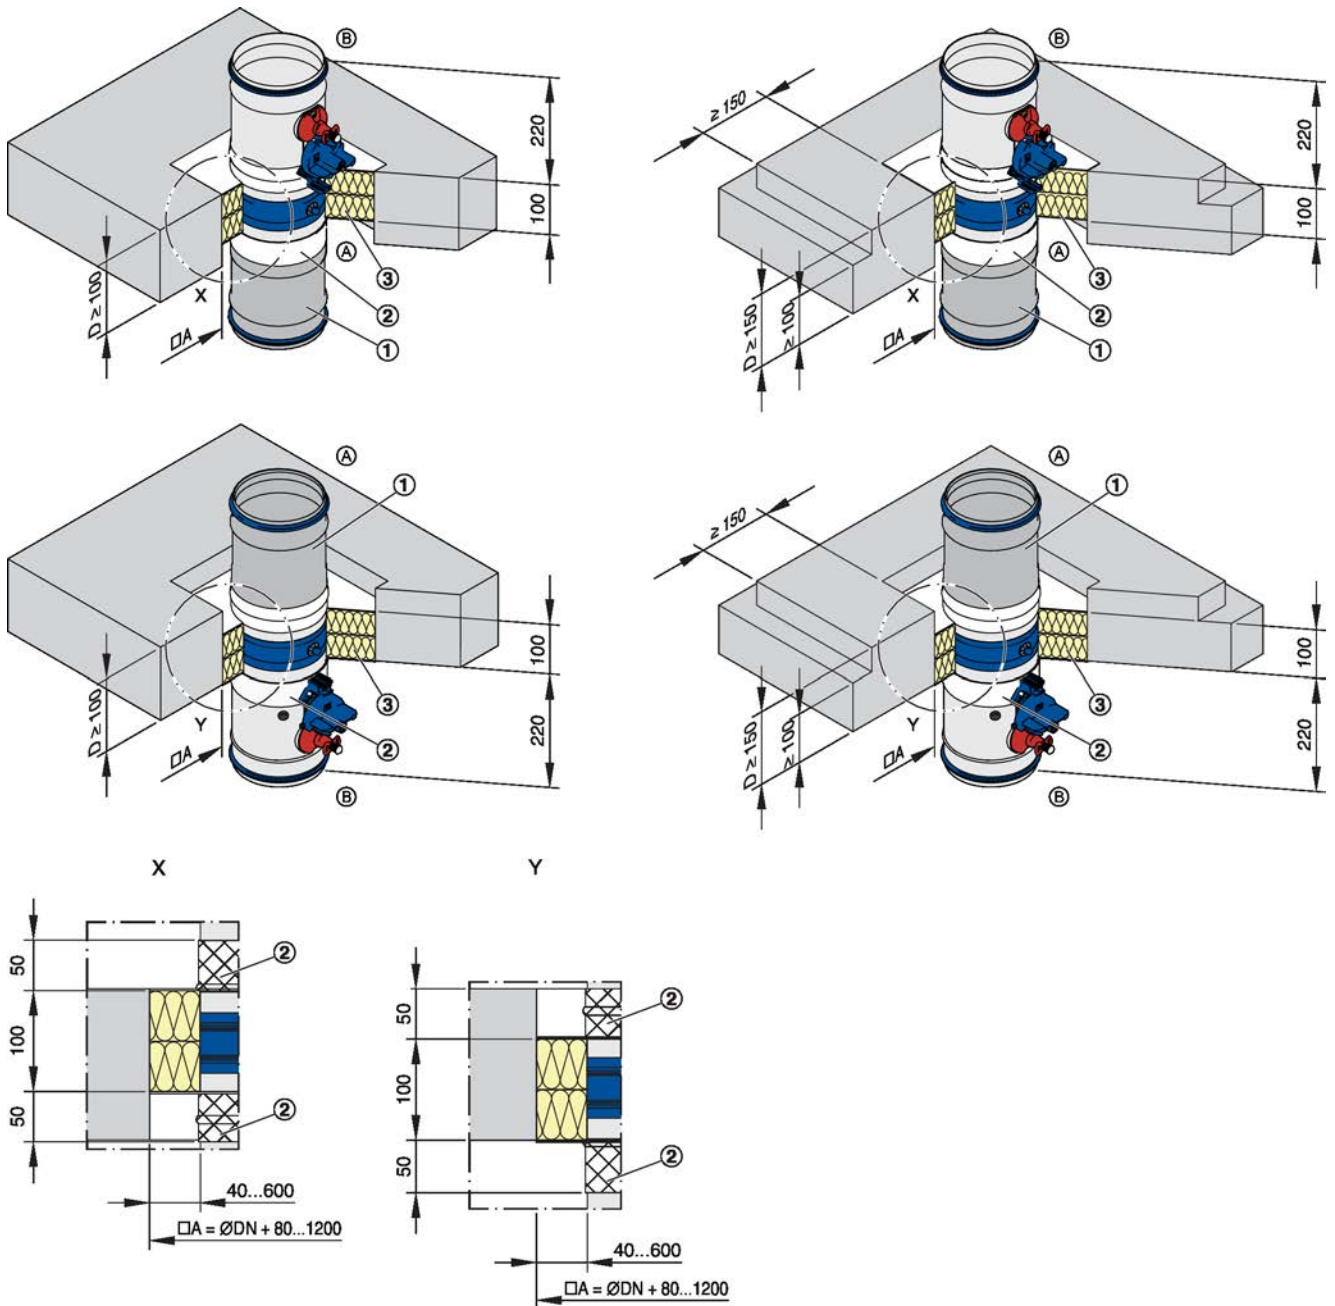

Abb. 25: Einbau mit Weichschott, stehend oder hängend
- ▶ Einbauöffnung vorsehen, siehe Abb. 25. Maximaler Abstand zwischen Brandschutzklappe und Einbauöffnung 600 mm